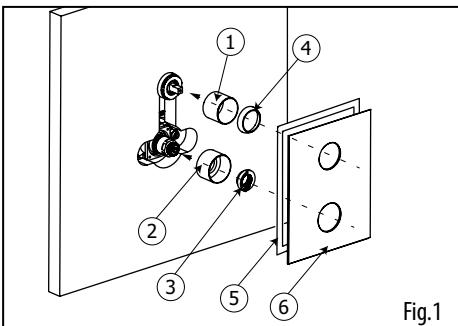
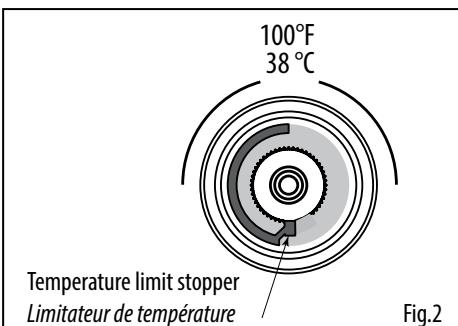

Fig.1
Fig.2
Before installing the trim (6), thread on the cylinders (1 & 2) to the thermo cartridge body and the diverter valve. Afterwards, thread on the sleeve (4) onto the diverter body (Fig.1). Insert and position the temperature limit stopper (3) as illustrated (Fig.2).
Avant d'installer la plaque décorative (6), visser les cylindres (1 et 2) autour de la cartouche thermostatique et de la valve du déviateur. Ensuite, visser le dôme (4) à la valve du déviateur (Fig.1). Insérer et positionner le limiteur de température (3) à sa position tel qu'illustrée (Fig.2).